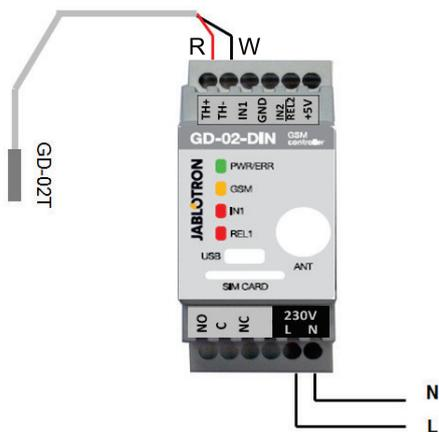

Figura 4: Medir a temperatura
- Tenha atenção à polaridade correta quando é ligado o sensor térmico digital (fio vermelho = TH+, fio branco = TH-) Ver Figura 4.